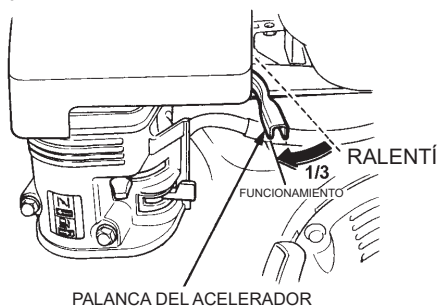

Figura 9. Palanca del acelerador (1/3 de la posición de arranque)
2. Aleje la palanca del acelerador (consulte la Figura 9) de la posición lenta y acérquela aproximadamente 1/3 a la posición rápida.